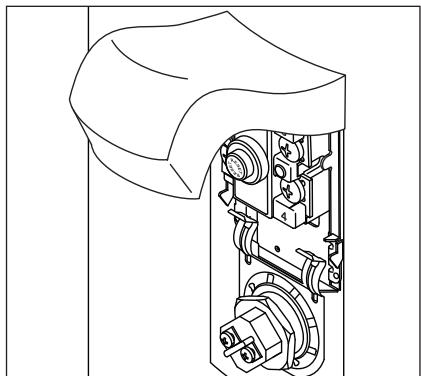

Figura 50 - Panel de acceso del elemento/compartmento del ECO.
**3** Quite el panel de acceso superior del calentador de agua y, con cuidado, doble el aislamiento hacia atrás y la cubierta plástica del elemento/ECO (Figura 50).